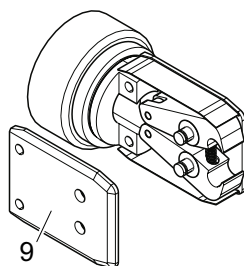

Fig. 28: Desmontaje de la placa lateral
- Retire la placa lateral (Fig. 28/9).